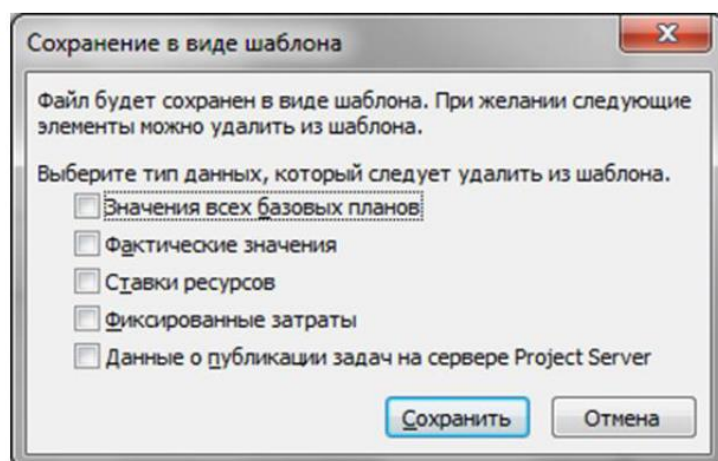

Рис. 10.4. ВД Сохранение в виде шаблона
4. У ВД **Сохранение в виде шаблона** (рис. 10.4) вказати, що необхідно видалити зі створюваного шаблону: значення усіх базових планів, фактичні значення, ставки ресурсів, фіксовані витрати (а для корпоративної версії дані про публікацію на сервері Project Server). Натиснути кнопку **Зберегти**.